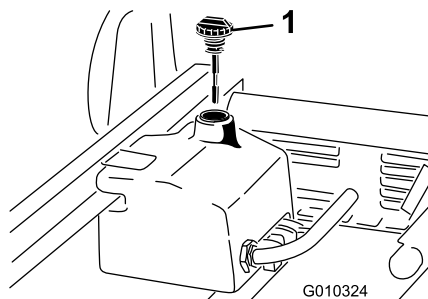

Figura 19
1. Limpe a zona em redor do tubo de enchimento e da tampa do depósito hidráulico (Figura 19). Retire a tampa do tubo de enchimento.
2. Retire a vareta (Figura 19) do tubo de enchimento e limpe-a com um pano limpo. Introduza a vareta no tubo de enchimento, retire-a e verifique o nível do fluido. O nível de óleo deverá ficar entre as duas marcas da vareta.